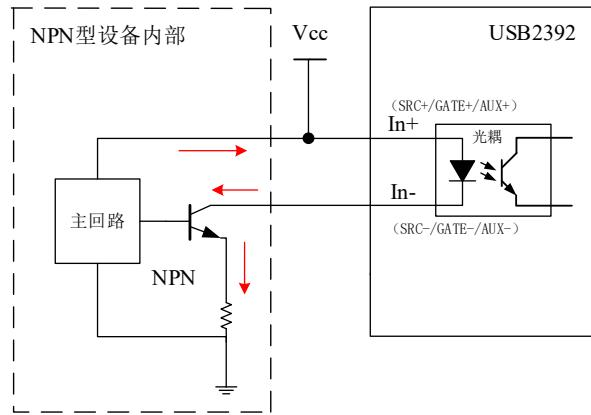

图 3-5-3 NPN 集电极开路输出
**NPN集电极开路输出**（也称作漏型输出，当逻辑1时输出电压为0V，如图3-5-3所示）